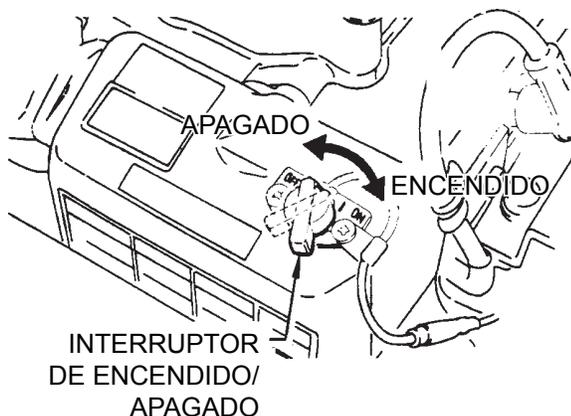

Figura 7. Interruptor de ENCENDIDO/APAGADO
2. Coloque el interruptor de **ENCENDIDO/APAGADO** del motor (Figura 7) en la posición de **ENCENDIDO** (arranque).